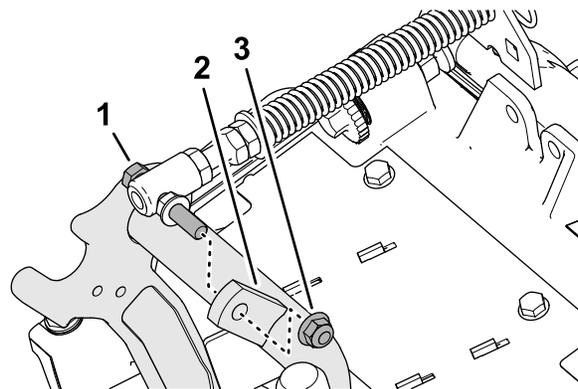

图 9
- 拆下将草坪补偿弹簧的平头螺丝固定到承载架右侧凸耳的凸缘锁紧螺母 $\frac{3}{8}$ 英寸然后从滚刀组上拆下补偿弹簧图 9。